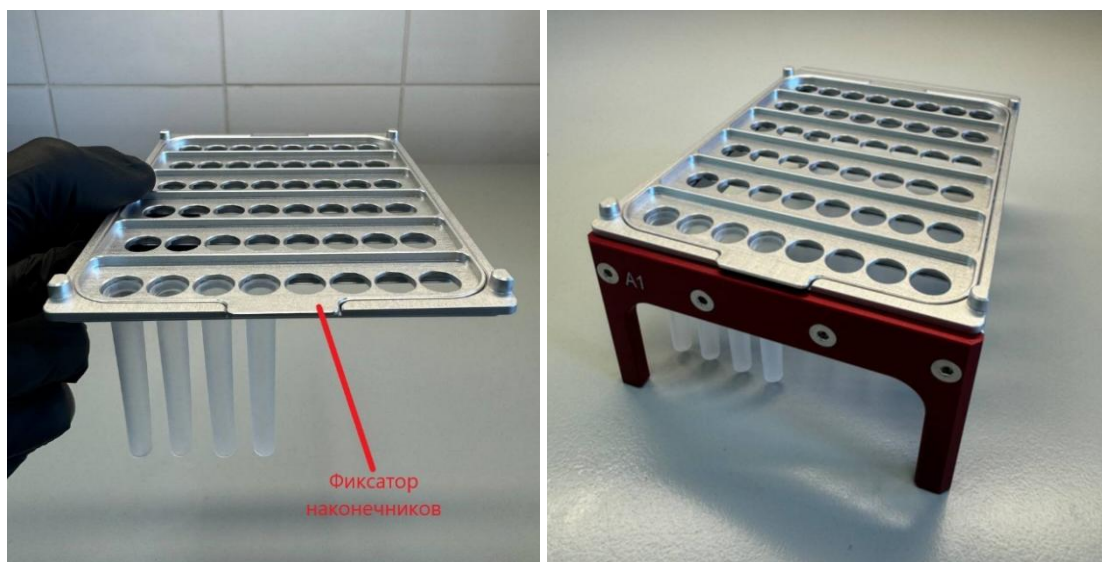

Рисунок 6 – Установка фиксатора в пазы держателя (слева) и держателя с защитными насадками в штатив для держателя (справа)
9. Установить фиксатор защитных насадок в пазы держателя так, чтобы отверстия фиксатора точно совпали с отверстиями защитных насадок (см. рис. 6). Держатель с защитными насадками, зафиксированными фиксатором, поместить в штатив для держателя защитных насадок (см. рис. 6)